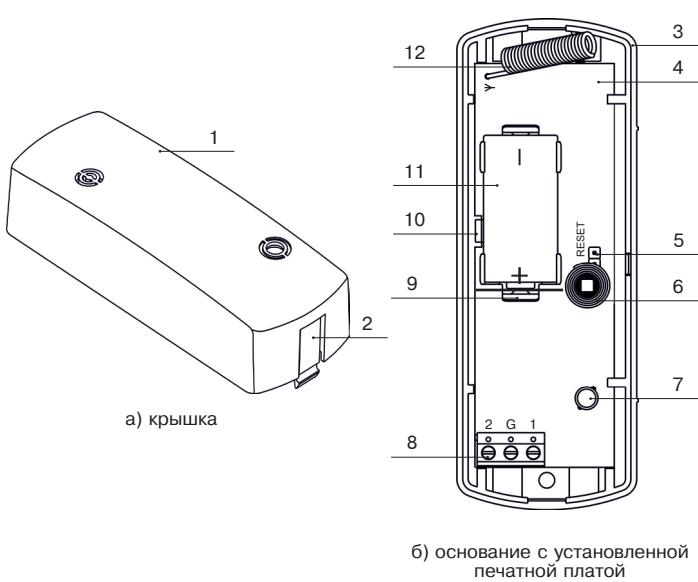

Рисунок 1 – Конструкция датчика
6.3 Установите батарею в держатель (9) (см. рисунок 1), или удалите изолятор.
6.5 При отсутствии указанной индикации замкните контакты RESET (5) (см. рисунок 1) на 2–3 с.
9.1 Для установки датчика следует снять крышку и извлечь печатную плату. Для извлечения печатной платы следует отжать защелку (10) (см. рисунок 1) в основании корпуса.
9.3 Установите печатную плату, подключите к клеммным колодкам (8) (см. рисунок 1) провода контролируемых линий в соответствии с рисунком 3 и закройте крышку.